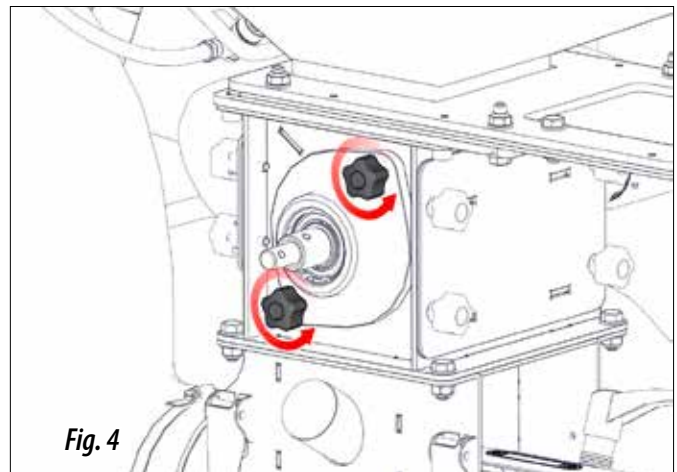

Fig. 4
- 2- Sacar los dos pomos (Fig. 4).